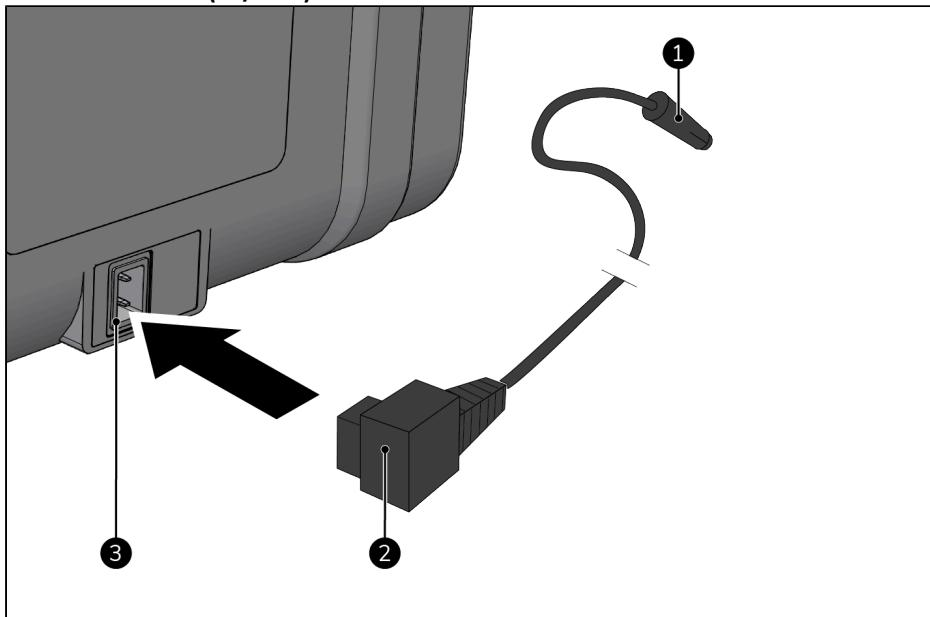

Figur 43.
3. Placera elkabeln (Figur 43, pos. 2) i adaptern för likspänning till växelspänning (Figur 43, pos. 1).
4. Placera kontakten för adaptern från växelspänning till likspänning (Figur 43, pos. 5) i enhetens strömförsörjning (Figur 43, pos. 6).
5. Placera stickkontakten (Figur 43, pos. 4) i ett lätt åtkomligt vägguttag (Figur 43, pos. 3).